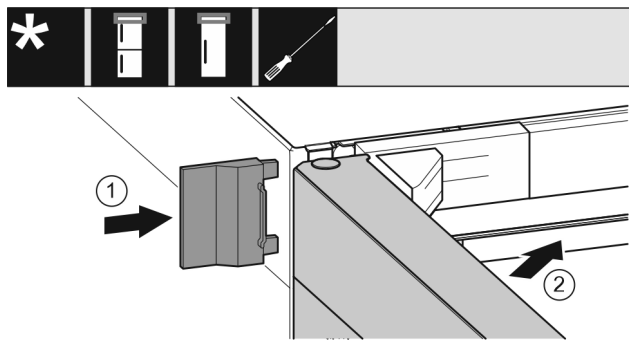

Fig. 24
- ▶ Nasuňte vnější kryt. Fig. 24 (1)
- ▶ Zavřete horní dveře. Fig. 24 (2)